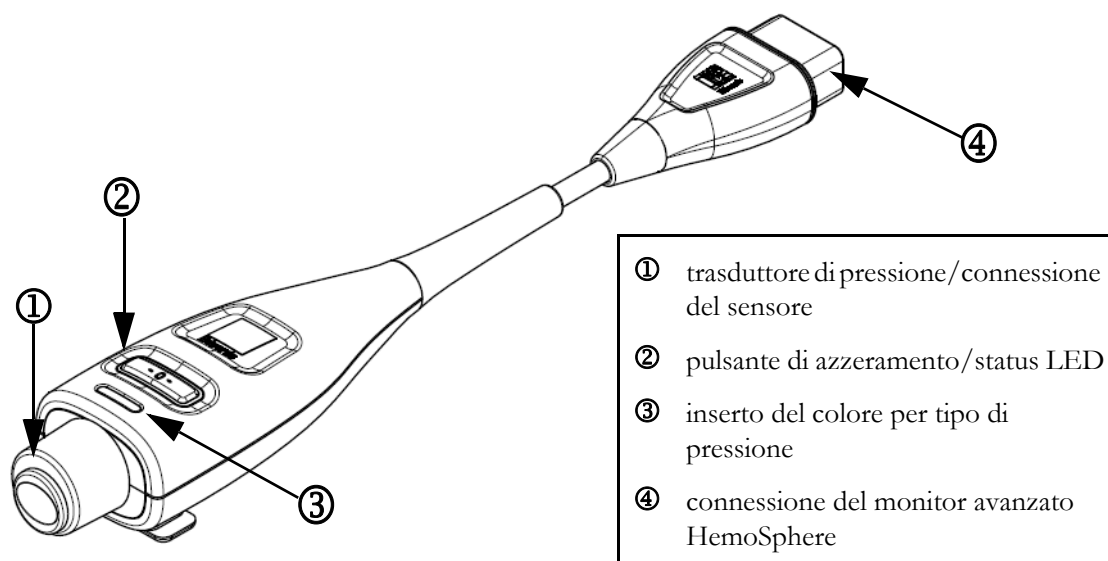

Figura 10-1 Cavo di pressione HemoSphere
Il cavo di pressione HemoSphere è un dispositivo riutilizzabile che si collega al monitor HemoSphere a una estremità ④ e a un qualsiasi singolo trasduttore di pressione monouso (DPT) o sensore Edwards approvato all'altra estremità ①. Vedere Figura 10-1 a pagina 163. Il cavo di pressione HemoSphere acquisisce ed elabora un singolo segnale di pressione da un DPT compatibile, come il DPT TruWave, oppure da un sensore FloTrac. Un sensore FloTrac o Acumen IQ viene collegato ad un catetere arterioso preesistente per fornire i parametri emodinamici in modo minimamente invasivo. Un trasduttore TruWave può collegarsi ad ogni catetere per il monitoraggio della pressione compatibile per fornire la pressione intravascolare localizzata. Fare riferimento alle istruzioni per l'uso fornite con ogni catetere per le indicazioni specifiche sul posizionamento e sull'uso del catetere e per avvisi, segnalazioni di attenzione e note al riguardo. Il cavo di pressione HemoSphere può essere monitorato attraverso le modalità di monitoraggio di due tecnologie in base al sensore/trasduttore associato: la modalità di monitoraggio con sensore **FloTrac** o **Acumen IQ** o la modalità di monitoraggio con catetere **Swan-Ganz**. La modalità di monitoraggio appare nella parte superiore della barra di navigazione (vedere figura 5-2 a pagina 78). L'aspetto e i punti di connessione dei cavi di pressione HemoSphere sono mostrati nella figura 10-1.
Inserto del colore per tipo di pressione. Se si desidera, si può utilizzare l'inserto del colore appropriato sul cavo di pressione per indicare il tipo di pressione monitorata. Vedere ③ in figura 10-1 di seguito. I colori sono i seguenti:
- Rosso per la pressione arteriosa (AP)
- Verde per la gittata cardiaca (CO)
- 7 Utilizzare un movimento in linea retta verso l'interno o l'esterno per collegare il cavo verde del sensore FloTrac innescato. Il LED del cavo di pressione che circonda il pulsante di azzeramento (vedere ② in figura 10-1) lampeggia in verde per indicare che il sensore di pressione è stato rilevato. Una luce gialla indica una condizione di guasto. In questo caso, fare riferimento alla barra di stato per dettagli specifici della condizione di guasto.
Premere il pulsante fisico zero  direttamente sul cavo di pressione e tenerlo premuto per tre secondi (vedere la figura 10-1).